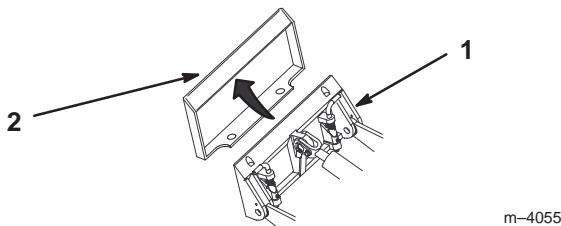

Bild 19
4. Positionieren Sie die Montageplatte am oberen Rand der Aufnahmeplatte am Zusatzgerät (Bild 19).